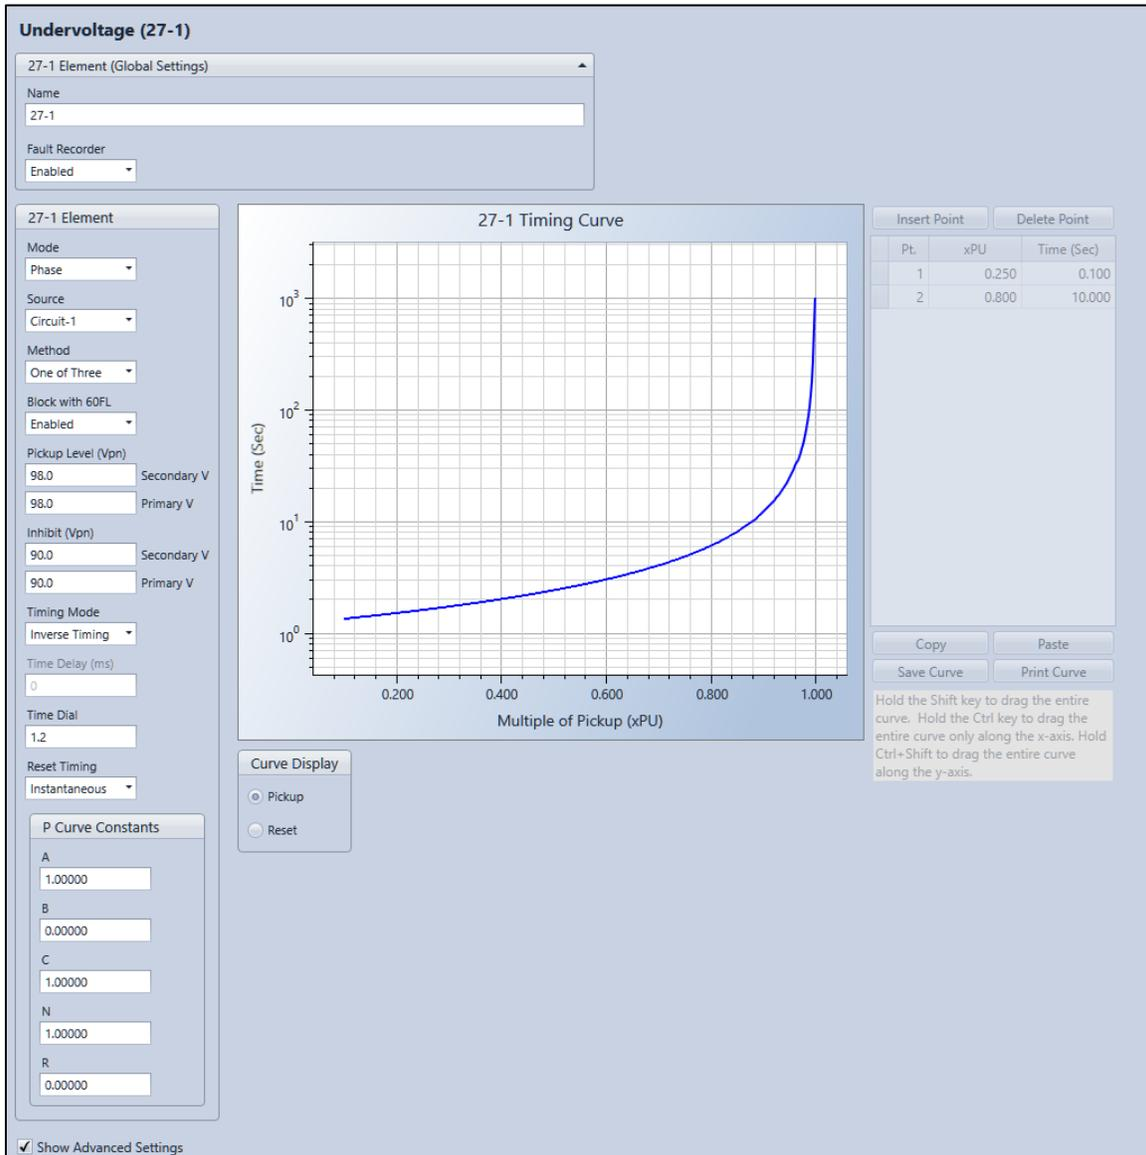

图 19-2. 欠压设置界面
欠压元件操作设置在 BESTCOMSPlus 的欠压 (27) 设置界面 (图 19-2) 上进行配置。